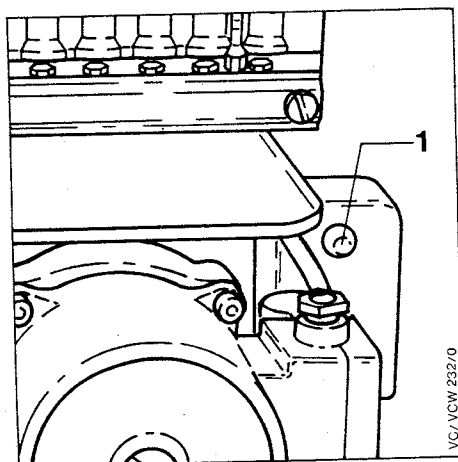

Fig. 20
Il bottone dello sblocco da premere si trova a destra dietro la pompa pos. 1 fig. 20.